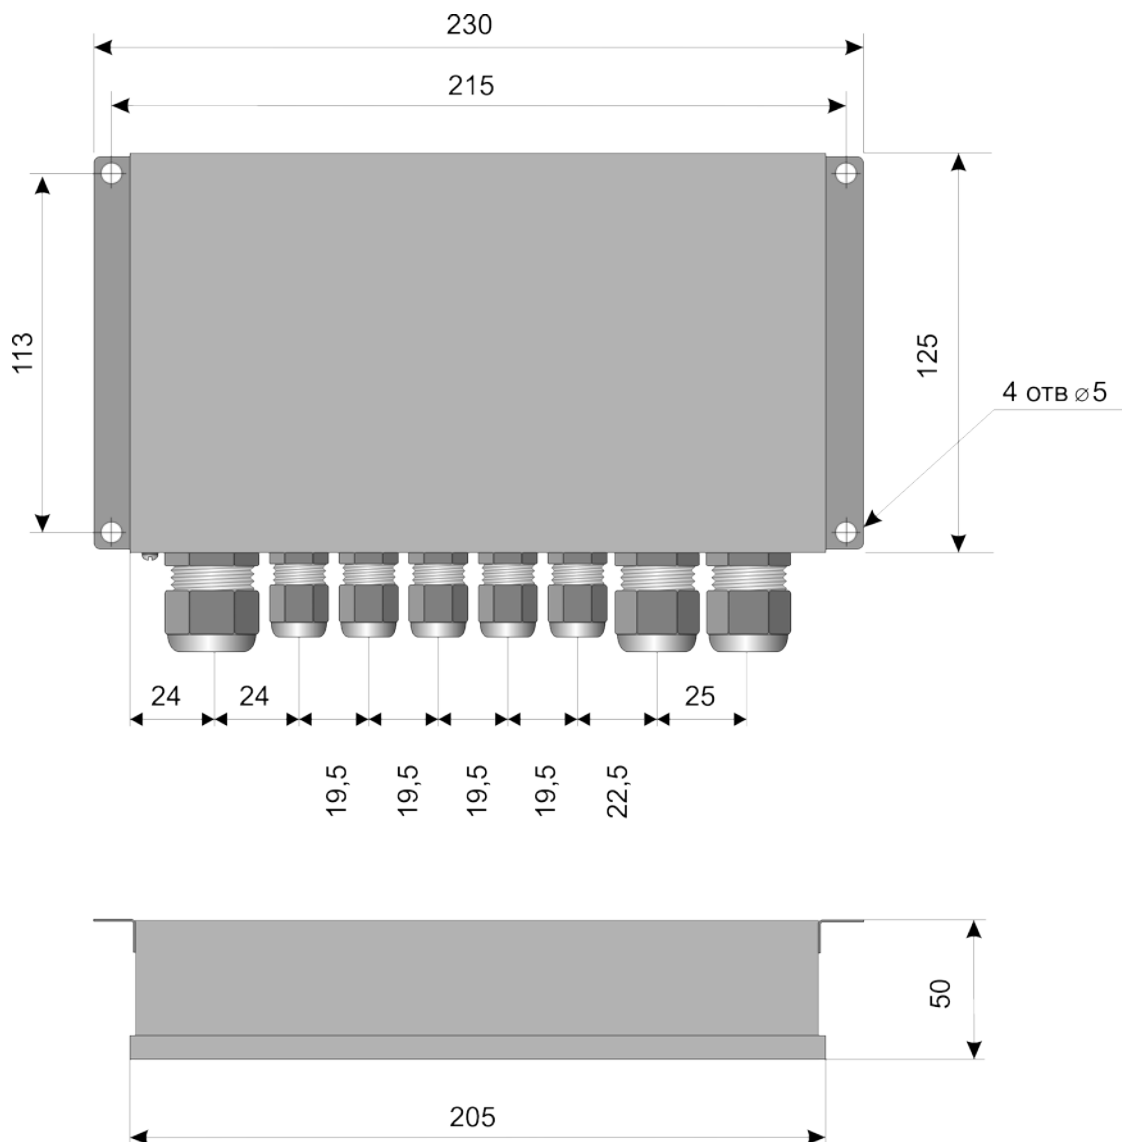

Рис.2
- 2) Кросс АС-Крс-02 _____ 1 шт, Рис.2;
- кросс, рис.2, в передней части кабины, под окном.